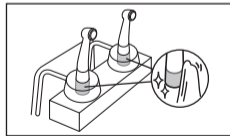

Fig. 19
- 2 Essuyez la saleté sur la partie maintenue par un support de pièce à main à l'aide d'un tissu humecté d'éthanol à 60 - 90 % ou de désinfectant (CaviWipes®) (Fig. 19).